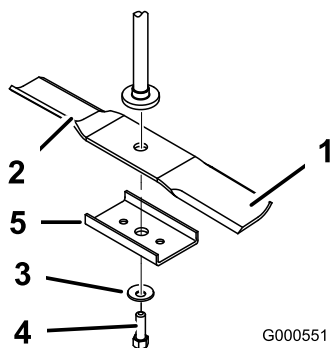

Figure 39
Tenez la lame à son extrémité avec un chiffon ou un gant épais. Enlevez le boulon, la rondelle bombée, le renfort et la lame de l'axe (Figure 39).
1. Placez la lame sur l'axe (Figure 39).
2. Montez le renfort, la rondelle bombée (face concave vers la lame) et le boulon de lame (Figure 39).